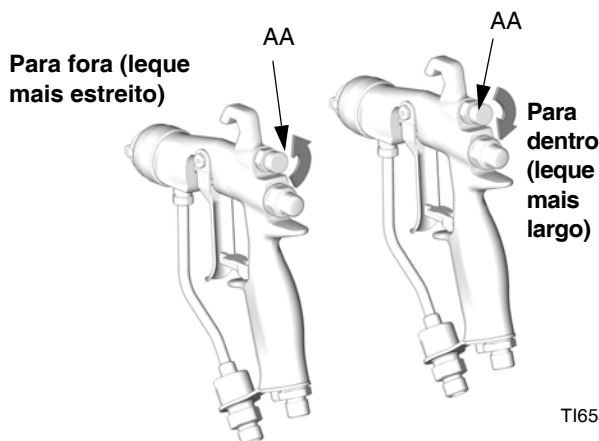

FIG. 6. Botão do Leque de Ar
1. Consulte FIG. 6. Feche o ar de regulação do leque, rodando o botão (AA) totalmente no sentido dos ponteiros do relógio (para dentro). Deste modo a pistola é regulada para o leque mais amplo.